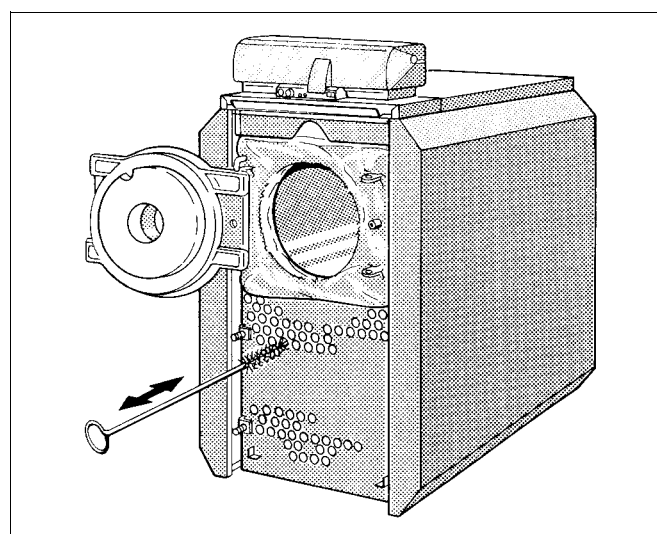

Рис. 30 Чистка щеткой
- Прочистите щеткой трубы дополнительных поверхностей нагрева (рис. 30).
55	Снять крышку (рис. 30)